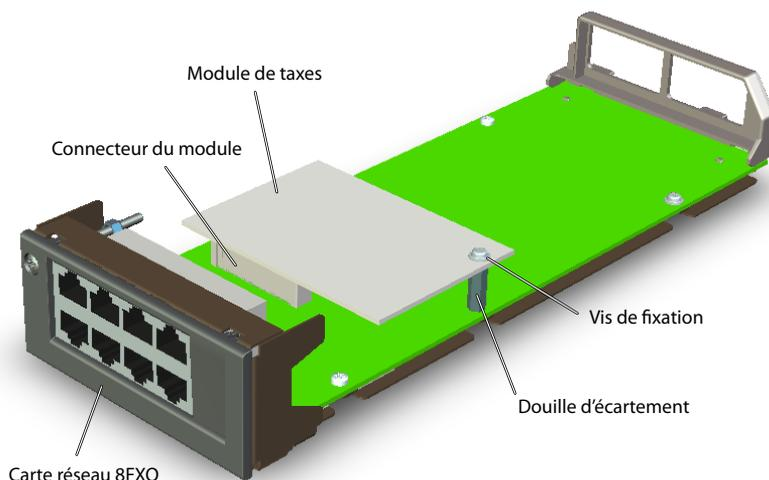

Fig. 28 Module de carte réseau 8FXO
3. Enlevez la vis de fixation pour le module de taxe sur la carte FXO et vissez la douille d'écartement à sa place (voir Fig. 28).